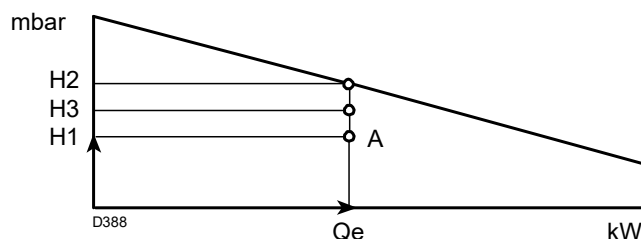

Fig. 3
- 4 Trasați o verticală din punctul A(Fig. 3) și găsiți presiunea maximă H2 din domeniul de funcționare.
Dacă H3 este mai mare decât H1)(Fig. 3), arzătorul poate furniza capacitatea necesară.